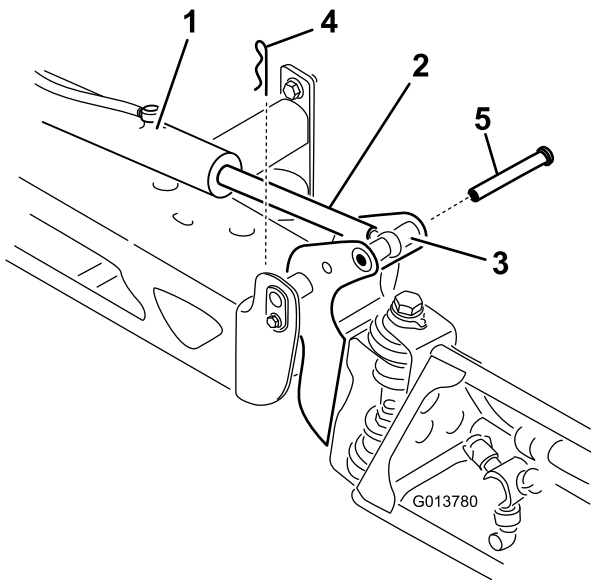

图13
2. 从枢轴销（图13）上拆下开口销。
3. 向上提起喷洒臂，拆下柱销（图13），然后将喷洒臂慢慢放到地面上。
8. 提升喷洒臂，使其枢轴对准提升器杆。支撑住喷洒臂，将柱销插入喷洒臂枢轴和提升器杆（图13）。